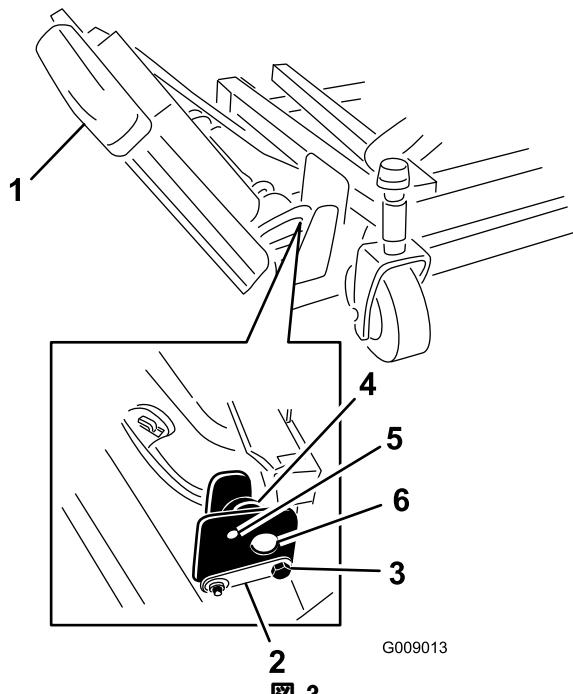

図 3
1. 前後のストップボルトを右ウイングレットデッキの取り付け部に固定しているナットを取り外す（図 3）。
2. 右側ウイングレットを保持し、その状態で、前後のストップボルトを右ウイングレットデッキの取り付け部に固定しているナットを取り外す（図 3）。デッキ取り付け部の間に入っている偏芯ナットは取り外さないこと。